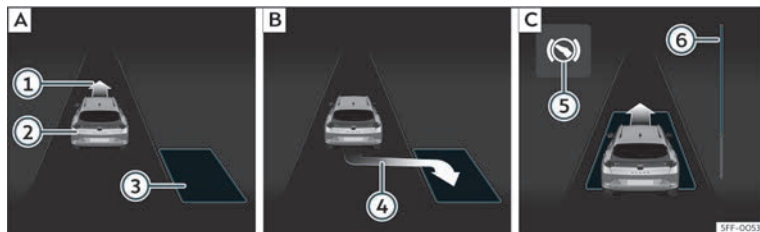
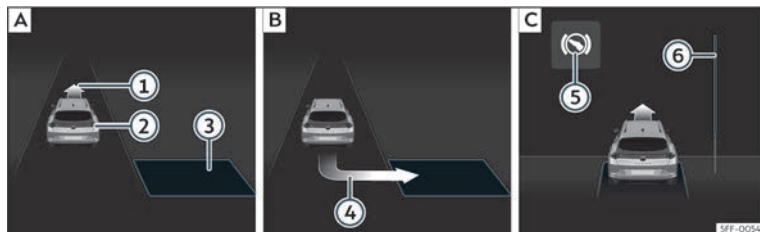

Fig. 172 A la pantalla del quadre d'instruments: aparcar en línia. **[A]** Cercar un espai per aparcar. **[B]** Posició per aparcar. **[C]** Maniobrar.
Fig. 173 A la pantalla del quadre d'instruments: aparcar en bateria. **[A]** Cercar un espai per aparcar. **[B]** Posició per aparcar. **[C]** Maniobrar.
- Mireu la visualització de la pantalla del quadre d'instruments si s'ha detectat l'espai en qüestió com a "apropiat" i si s'ha arribat a la posició correcta per aparcar-hi»» **fig. 172 [B]** o»» **fig. 173 [B]**. L'espai es considera "apro-
• Retrocediu fins que soni el senyal continu del ParkPilot; **O BÉ:** retrocediu fins que a la pantalla del quadre d'instruments aparegui la indicació de fer marxa endavant»» **fig. 172** **C** o»» **fig. 173** **C**; **O BÉ:** retrocediu fins que a la pantalla del quadre d'instruments aparegui el missatge **Park Assist finalizado**. La barra de progrés **⑥** indica la distància que cal recórrer»» pàg. 280.
• Feu marxa endavant fins que soni el senyal continu del ParkPilot; **O BÉ:** feu marxa endavant fins que a la pantalla del quadre d'instruments aparegui la indicació de fer marxa enrere. El sistema d'aparcament assistit dirigeix el vehicle marxa endavant i marxa enrere fins a centrar-lo en l'espai buit»» **fig. 172** **C** o»» **fig. 173** **C**.
La barra de progrés»» **fig. 172** **⑥** i»» **fig. 173** **⑥** mostra simbòlicament a la pantalla del quadre d'instruments la distància relativa que queda encara per recórrer. Com més gran és la distància, més plena és la barra de progrés. En circular marxa endavant, el contingut de la barra de progrés disminueix cap amunt, i en circular marxa enrere, disminueix cap avall.